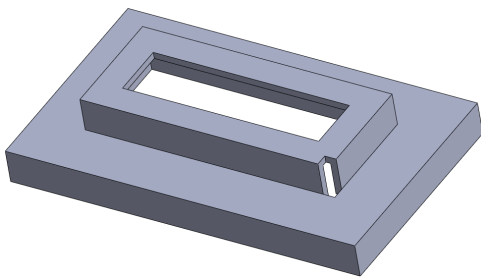

图 9-50 切口钣金特征效果
(4) 单击【确定】按钮，即可切口钣金特征，效果如图 9-50 所示。